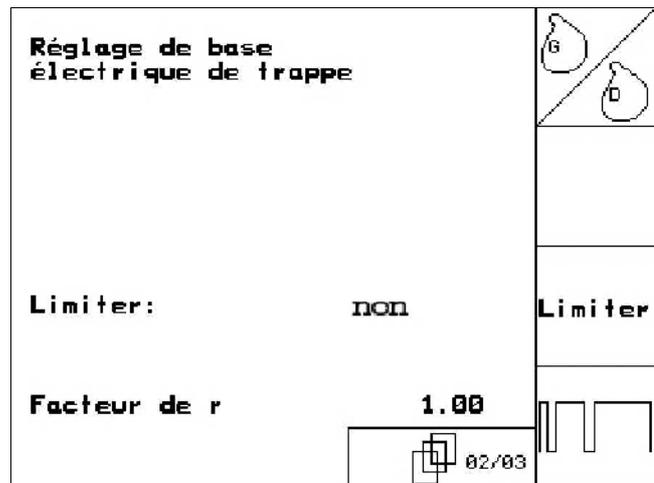

Fig. 57
- Page 2 paramètres de base (Fig. 57):